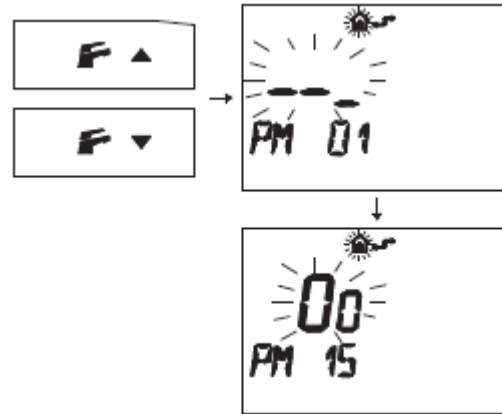

рис. 5.31
- Нажмите кнопки   или   чтобы перейти к параметру «PM 15» - настройка внешнего датчика (см. рис. 5.31).